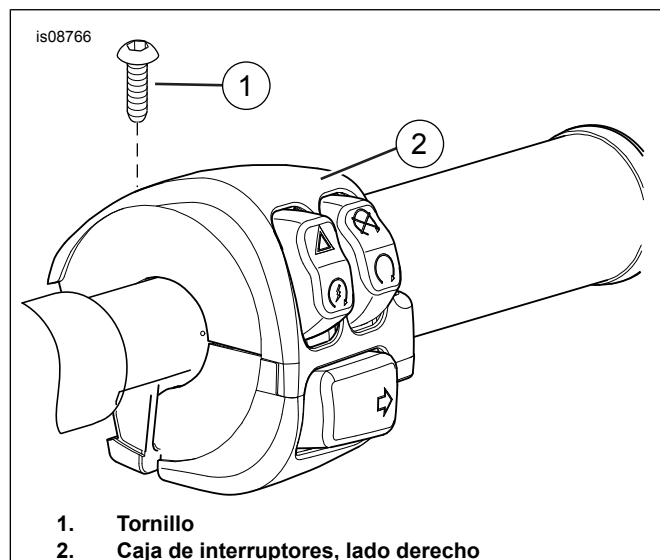

Figura 2. Tornillo y caja de interruptores
3. Vea la Figura 2. Quite el tornillo (1) de la caja de interruptores del lado derecho (2). **Modelos Road King de 2014 y posteriores:** conserve el tornillo para usarlo más tarde. **Todos los otros modelos:** deseche el tornillo.